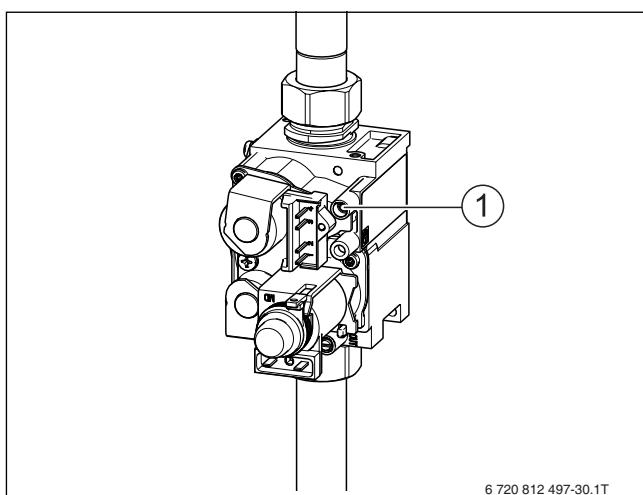

Рис. 25 Измерение подаваемого давления газа
- Отверните на 2 оборота запорный винт ниппеля (→ рис. 25, [1]), предназначенного для измерения подаваемого давления газа и выпуска воздуха.
- Соедините шлангом штуцер с прибором измерения давления и ниппель (→ рис. 25, [1]) для измерения подаваемого давления газа и выпуска воздуха.